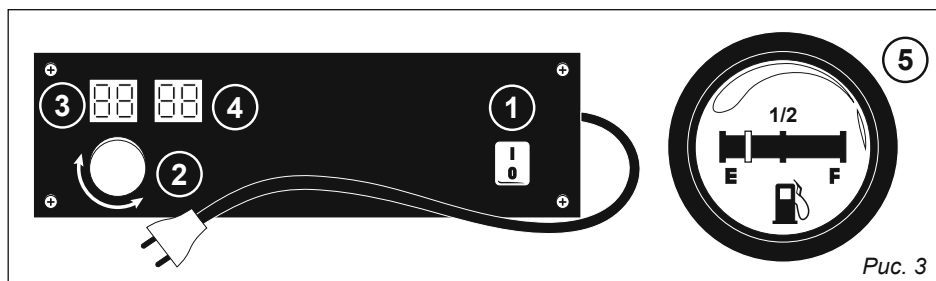

Рис. 3
6.2. Органы управления и индикаторы работы, рис. 3